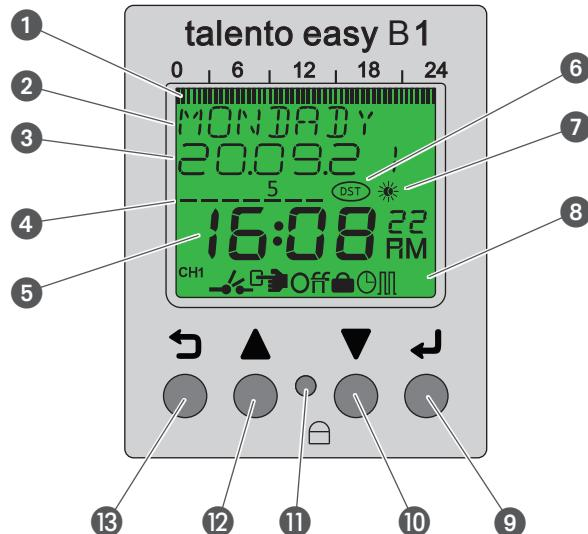

Abb. 2: Displayaufbau
- ④ Tag der Woche
- ⑤ Uhrzeit
- ⑥ Sommer-/Winterzeit
- ⑦ Tag-/Nachtzeit
- ⑧ Symbolleiste
- ⑨ Enter-Taste
- ⑩ Down-Taste
- ⑪ Reset-Taste
- ⑫ Up-Taste
- ⑬ Menü-Taste
Funktionstastenarten (Abb. 2/⑨ + ⑩)
Symbole (Abb. 2/⑥ + ⑦ + ⑧)
Die Menüstruktur erscheint auf dem Display nach Betätigung der Menü-Taste (Abb. 2/13).